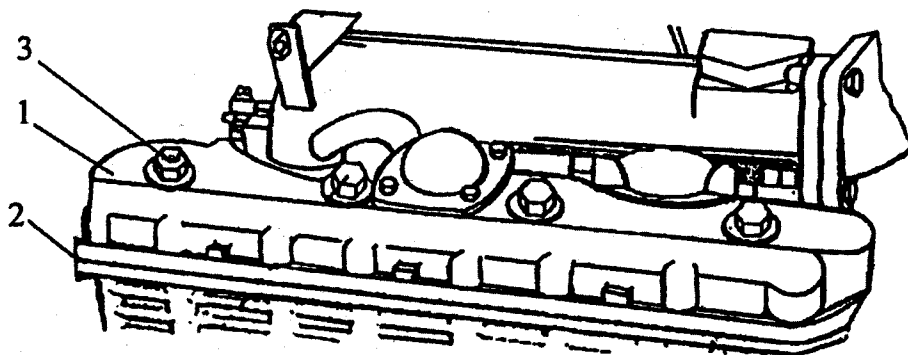

Рис. 1. Снятие колпака крышки головки цилиндров
5. Снять колпак 1 крышки и прокладку 2 (рис. 1).